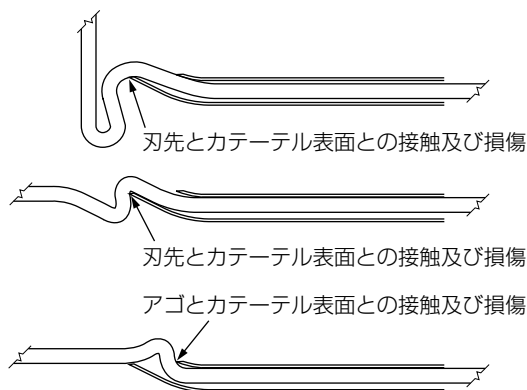
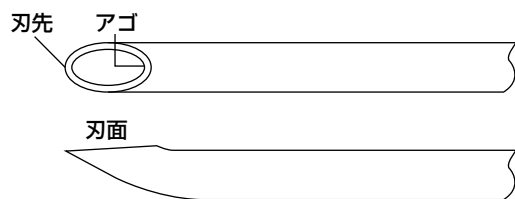

図1. 硬膜外針とカテーテルの接触及び損傷
図2. 硬膜外針刃先の名称
- ・カテーテル挿入時に抵抗の強い場合は、無理せず挿入を中断して、硬膜外針とカテーテルを注意しながら一緒に抜去し、異常が無いことを確認して最初からやり直すこと。カテーテル及び硬膜外針に異常が確認された場合には新しい製品と交換すること。[カテーテルの屈曲、反転、結節形成等を起こしているおそれがある。このような場合には、硬膜外針の刃先やアゴでカテーテルを損傷し、留置中あるいは抜去時等にカテーテルを切断するおそれがある。切断した場合には、硬膜外腔への遺残のおそれがある。](図1、図2参照)